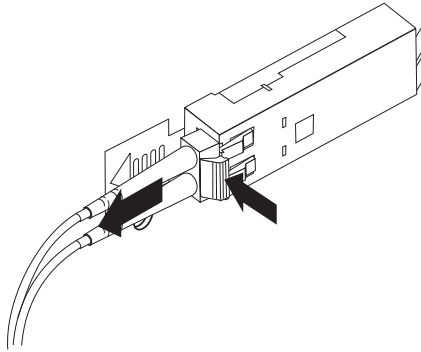

図 31. LC-LC ファイバー・チャネル・ケーブルの取り外し
2. 図 31 に示されているように、ケーブル・レバーを押し下げる際に、コネクタを慎重に引っ張って、SFP モジュールからケーブルを取り外します。